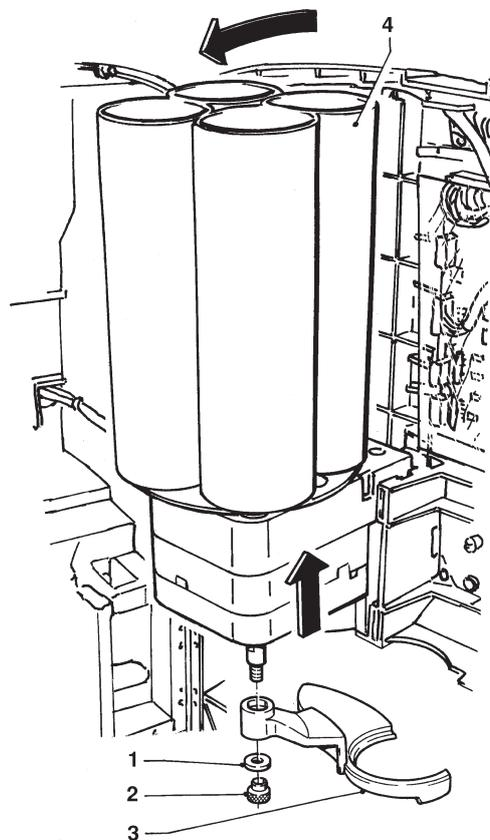

Fig. 6
- Soulever un petit peu le distributeur de gobelets et le pencher (voir fig. 6)
Pour les modèles automatiques : périodiquement, il est nécessaire de nettoyer le bras translateur en le démontant de l'appareil. Pour effectuer le démontage, dévisser complètement la vis moletée de fixation (voir fig. 6).